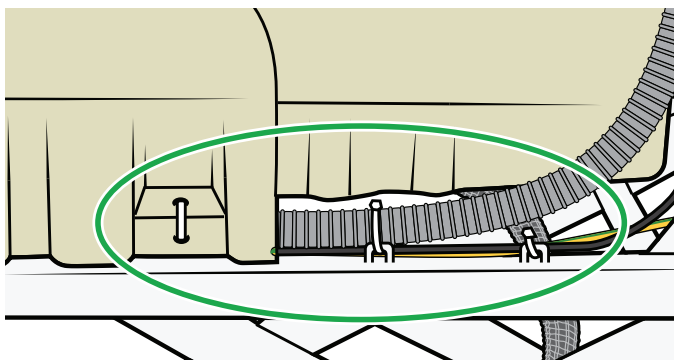

Figure 69
10. Coupez les attaches de câble. Voir Figure 69.